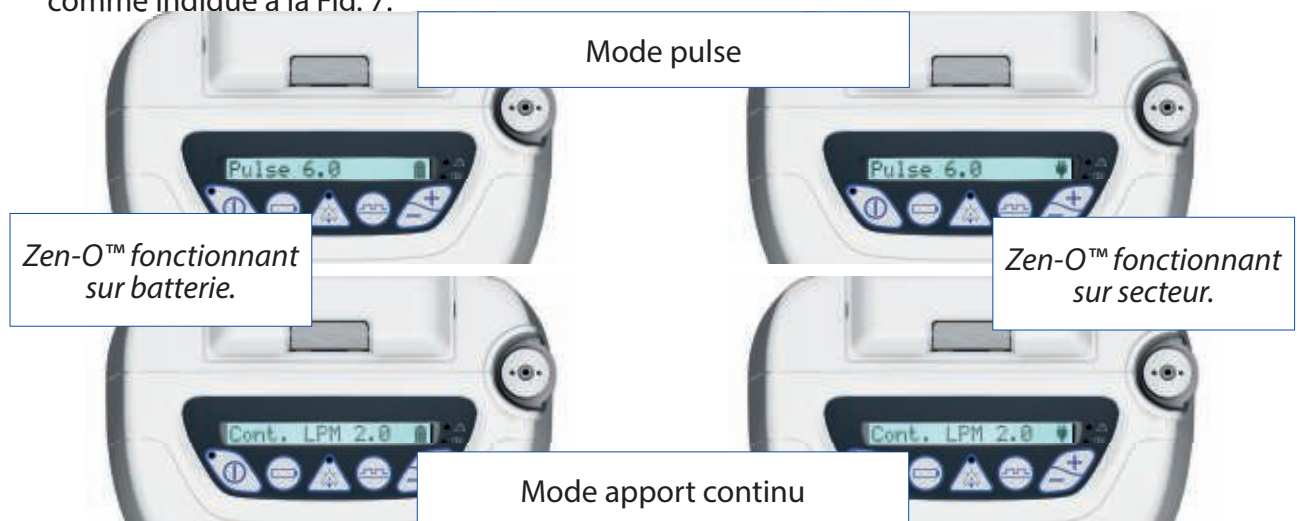

Fig. 7
*IMPORTANT :* Assurez-vous que l'icône de mode de fonctionnement (cf. Fig. 7) indique que l'alimentation est bien connectée. Au cas contraire, vérifiez que le câble est branché correctement. Consultez le chapitre 9. Dépannage pour obtenir davantage d'informations.
Les réglages actuels et la source d'alimentation (secteur ou batterie ; l'icône de la batterie indique également le niveau de charge approximatif restant) sont indiqués sur l'écran d'affichage comme indiqué à la Fig. 7.